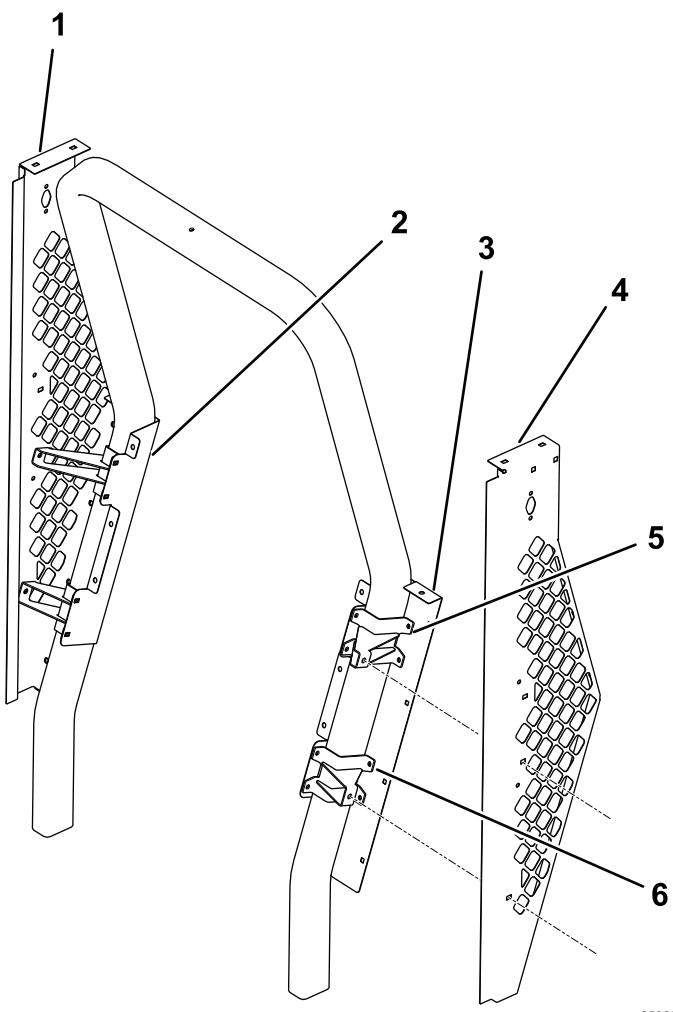

Figura 1
1. Utilice tornillos de cabeza de botón (5/16" x 3/4") y tuercas con arandela prensada (5/16") para instalar el panel lateral izquierdo y el panel lateral derecho (Figura 1).
2. Utilice tornillos de cabeza de botón (5/16" x 3/4") y tuercas con arandela prensada (5/16") para instalar los 2 soportes superiores y los 2 soportes inferiores junto al panel trasero izquierdo y el panel trasero derecho (Figura 1).